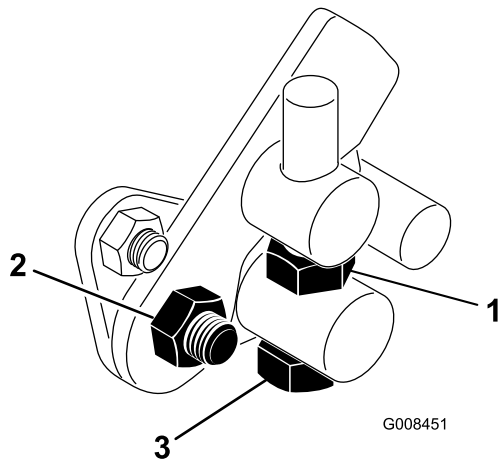

Figura 43
1. Slăbiți contrapiulița de pe șurubul de reglare (Figura 43).
4. Strângeți contrapiulița șurubului de reglare și piulița de pe pivotul pedalei pentru a fixa reglarea (Figura 43). Verificați reglarea și efectuați o acțiune conform cerințelor.